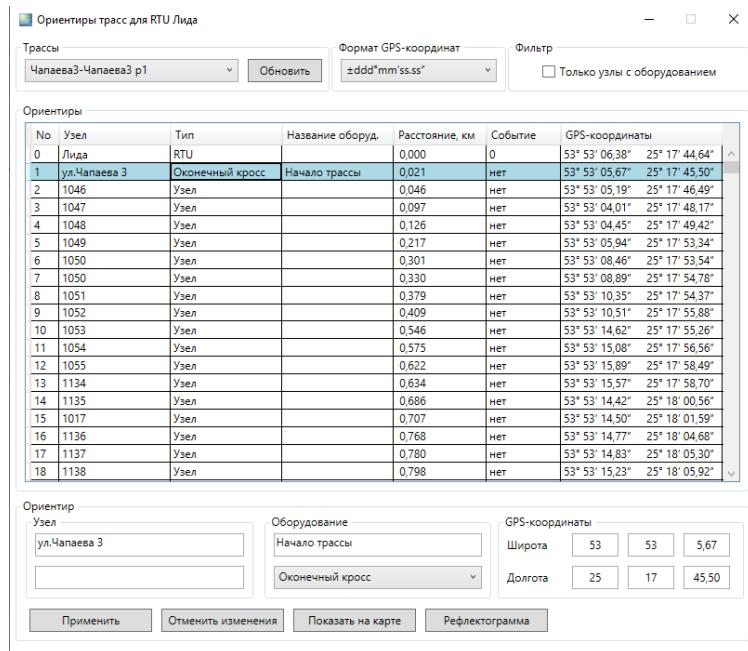

Рисунок 10-1. Ориентиры для трасс RTU
- Количество ориентиров, включая ориентир с номером 0 на точной базовой рефлектограмме должно соответствовать общему количеству узлов на графике трассы, можно посмотреть в окне «Ориентиры трасс для RTU» Рисунок 10-1.